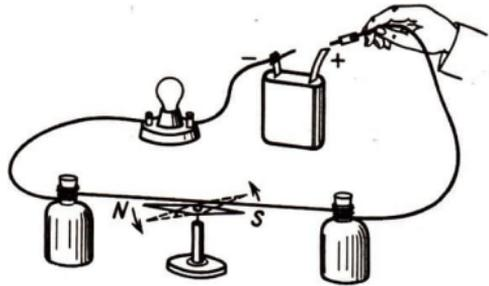

Abb. 248
1. Eine Magnethöhle wird abgelenkt. Aus einer Taschenlampenbatterie und einer kleinen Glühlampe stellen wir uns einen Stromkreis her, den wir aber vorläufig noch nicht schließen. Den einen der beiden Leitungsdrähte wickeln wir einige Male um die Hälse zweier Flaschen. Wir spannen ihn dicht über einer Magnethöhle in der Nord-Süd-Richtung aus (Abb. 248). Sobald wir den zweiten
Verfolge in Abb. 248 den Stromweg!
**2. Vom Wechselstrom.** Wir wiederholen den in Abb. 248 wiedergegebenen Versuch, tauschen aber die kleine Glühlampe gegen eine normale Lampe aus und schließen die Versuchsanordnung an unser Lichtnetz an. Was können wir beobachten? In der weitaus größten Zahl der Fälle bleibt die Nadel in Ruhe! Das ist immer so, wenn unser Lichtnetz an eine Überlandzentrale angeschlossen